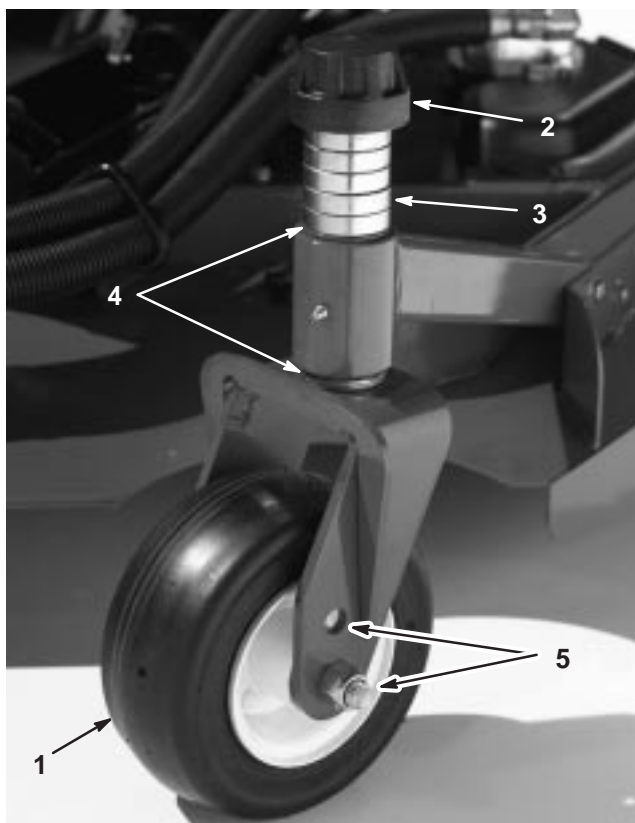
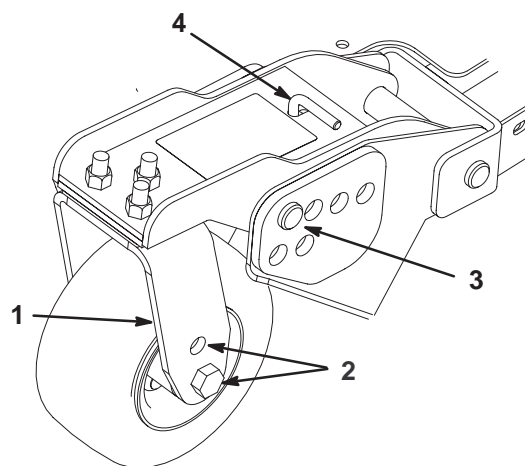
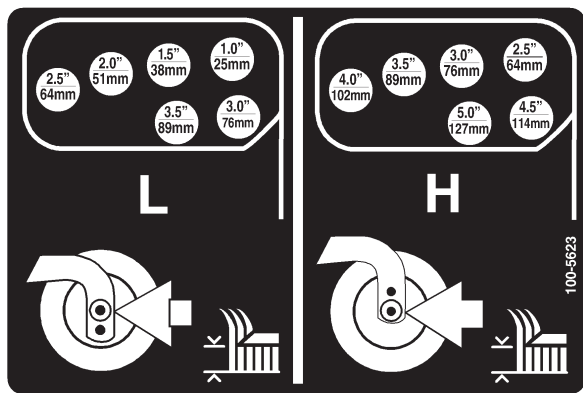

Bild 14
Bild 16
Bild 17
2. Stecken Sie die Laufradachsen in allen Gabeln in die gleichen Löcher (Bild 14 und Bild 16). Beachten Sie die nachstehende Tabelle, um die richtigen Löcher für die jeweilige Einstellung zu ermitteln.
1. Stecken Sie die Laufradachsen in allen Gabeln in die gleichen Löcher (Bild 14 und Bild 16). Siehe die nachstehende Tabelle, um das richtige Loch für die jeweilige Einstellung festzustellen.
2. Entfernen Sie die Spannkappe von der Spindelwelle (Bild 14) und schieben die Spindel aus dem Laufradarm. Ziehen Sie zwei Beilagscheiben (3 mm) so auf die Spindelwelle, wie sie ursprünglich montiert waren. Diese Beilagscheiben sind erforderlich, um alle Mähwerke über die Breite auf ein Niveau zu bringen. Ziehen Sie die erforderliche Anzahl von 13-mm-Distanzstücken (siehe die nachstehende Tabelle) auf die Spindelwelle, um die gewünschte Schnitthöhe herbeizuführen; ziehen Sie dann die Scheibe auf die Welle auf.
4. Entfernen Sie den Splint und den Lastösenbolzen von den Laufradgelenkarmen (Bild 16).
5. Drehen Sie die Spannstanze, um den Gelenkarm anzuheben oder abzusenken, bis die Löcher mit den ausgewählten Schnitthöhenhalterungslöchern im Mähwerkrahmen flüchtig sind (Bild 16 und Bild 17).